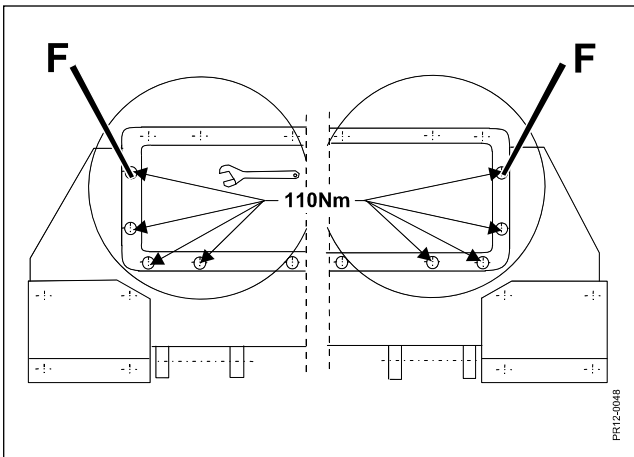

Fig. 5-4
**Fig. 5-4** Per evitare danni causati dalle vibrazioni alla barra di taglio, la barra deve essere assicurata correttamente. I 4 bulloni **F** su ogni lato devono essere serrati a 110 Nm (11 Kpm).